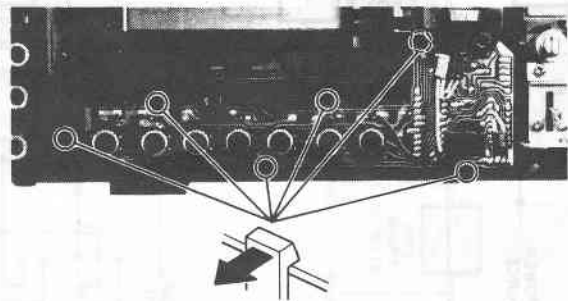

Fig. 6 Abb. 6
6. Control PC Board (Fig. 6)
6. Regler-Platine (Abb. 6)
6. Plaquette à circuits imprimés de commande (Fig. 6)